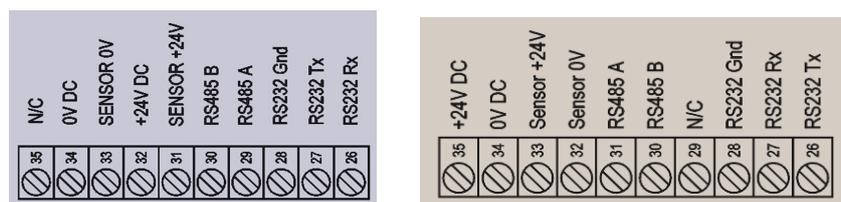

Figura 9: HC06 frente a HC07, diferencias entre los conectores de 10 pines
Hydro-Control (HC07) está diseñado para utilizar el mismo conector físico de 10 pines para la conexión de la fuente de alimentación y el sensor que se utiliza en las instalaciones HC06. Sin embargo, **las conexiones de cableado dentro del conector de 10 pines difieren entre los dispositivos HC06 y HC07**, consulte la Figura 9.
La Figura 9 muestra la diferencia en la configuración del cableado entre el cableado de la instalación HC06 y las conexiones requeridas por HC07.
- A través de un mazo adaptador de HC06 a HC07 (ref. 7060)
- Recableado del conector del HC06 para que coincida con el HC07 (consulte la Figura 9)
Si no se dispone del mazo adaptador de HC06 a HC07 (ref. 7060), se puede cambiar la configuración del cableado del bloque de terminales de 10 pines para que coincida con el cableado del bloque de terminales del HC07. Consulte la Figura 9.